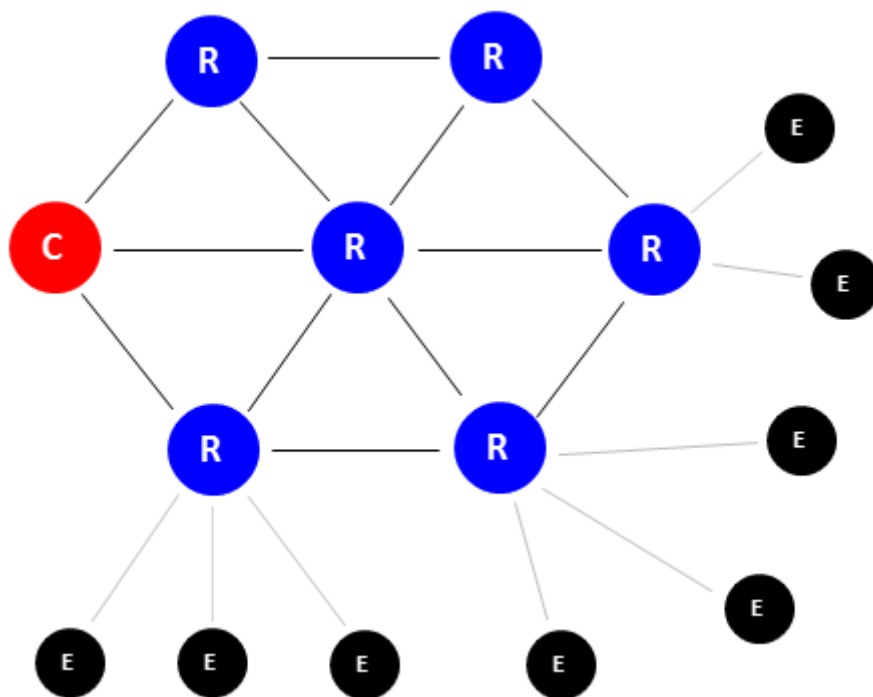

图 5 网状网络
**Router (路由器):** Router 在网络中主要充当以下三个作用。第一是允许其它的节点加入网络,第二是转发数据包,第三是辅助它的孩子节点进行网络通信。通常路由器是由稳定电源供电。当一个网络由一个协调器及多个路由器构成时,这个网络才是一个网状网络。如图 5 所示,其中终端节点没有画出。
ZG-Mxx 模块在网络中只会以协调器或路由器或者终端形式存在。所以它们组成网络后, 便形成了一个 MESH(网状)网络。其网络模型见图 5 所示。